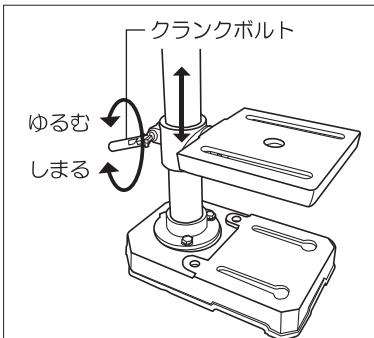

図11
- テーブルをカバーに当たらないまで上げて(図11参照)固定し、テーブルとチャックの間に不用な角材などを乗せて(※チャックと角材に隙間を作ってください。) 切り込みハンドルを回してチャックを2~3回軽く突いて本固定してください。
■テーブルの高さ調整(図11参照)